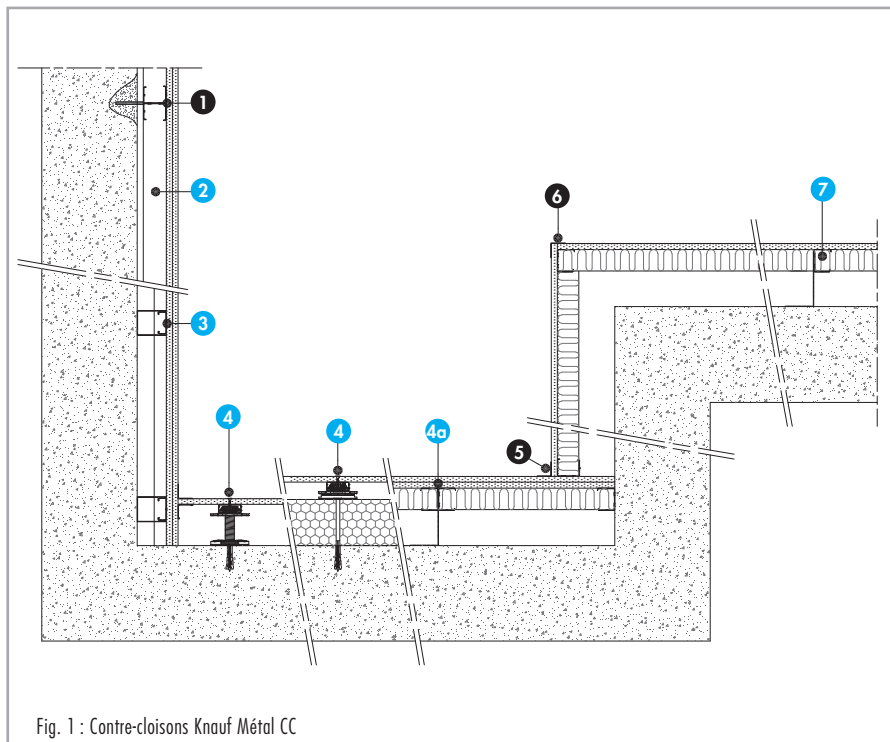

Fig. 1 : Contre-cloisons Knauf Métal CC
- mise en place des montants verticaux, ou fourrures F47 en nombre et à l'entraxe correspondant au type de contre-cloison choisi (fig. 1, 3 et 4)
- mise en place des éventuels appuis intermédiaires (fig. 1 et 2)
Nomenclature de la figure 1